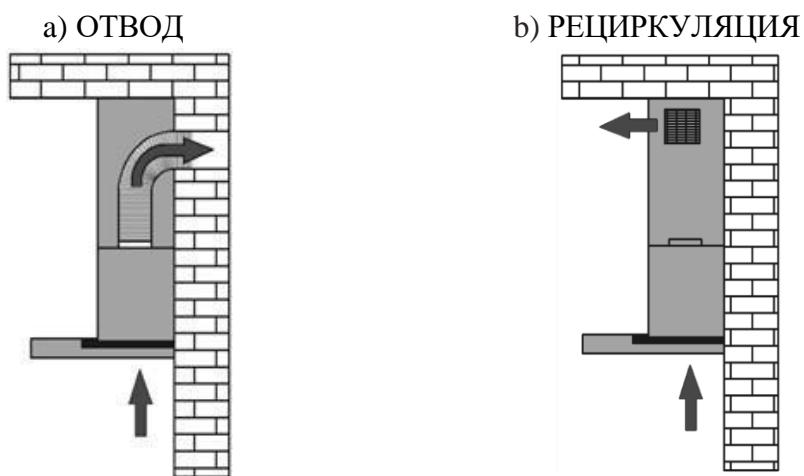

Рис. 4
1) Отвода (рис. 4а) – воздух удаляется из помещения через соединение вытяжки с вентиляционным каналом жестким пластиковым воздуховодом или гофрированным шлангом диаметром в 100 мм (с применением соответствующего переходника), или с помощью металлических труб, соединительных колен и вентиляционных решеток с квадратным сечением 90x90 мм. И, таким образом, все кухонные испарения, запахи, гарь и копоть, проходя через многоразовые алюминиевые жироулавливающие фильтры, выводятся за пределы помещения. При данном режиме работы нет необходимости устанавливать угольные фильтры. Режим отвода является наиболее эффективным, поскольку вытяжка удаляет все кухонные испарения за пределы кухни в вентиляционную шахту.
2) Рециркуляции (рис. 4б) – внутренняя циркуляция воздуха через угольные фильтры (рис. 3). Вытяжка в данном случае не подключается к вентиляционной шахте и, таким образом, воздух просто прогоняется через вытяжку внутри кухни.